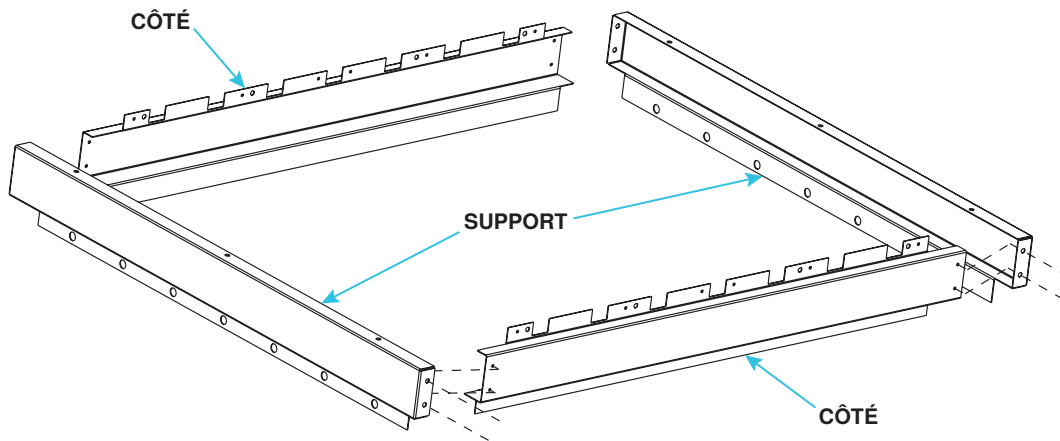

Figure 4. Cadre à persiennes
- a. Assemblez le cadre de la persienne (voir **Figure 4**). Fixez les deux côtés aux deux supports à l'aide de vis de 3/8 de pouce.